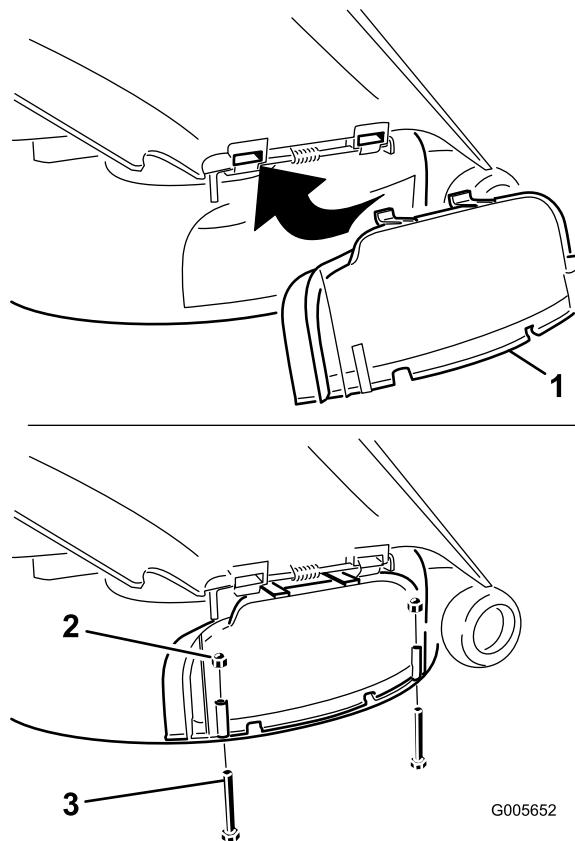

Figura 30
3. Levante o deflector de relva e faça deslizar as abas na parte superior da cobertura de descarga para debaixo da haste de retenção do deflector de relva. Rode a cobertura de descarga para baixo para cima da abertura e para o rebordo inferior do cortador (Figura 30).
- Fixe a cobertura de descarga ao rebordo inferior do cortador com dois parafusos (1/4 x 2-1/2 pol.) e duas porcas da tampa (1/4 pol.) conforme indicado em Figura 30.